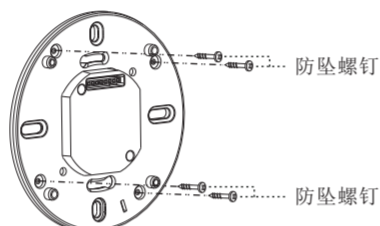

图 16
4.4.3.4 将 4 个防坠螺钉插入感应器固定板上的对应螺钉孔；这 4 个螺钉不会坠落，以便于后续安装（见图 16）。